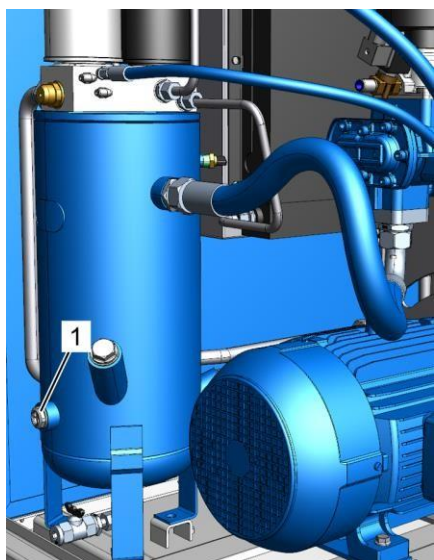

Рис. 32: Проверка уровня охлаждающей жидкости через смотровое отверстие
7. Проверьте уровень охлаждающей жидкости через смотровое отверстие (Рис. 32/1) и при необходимости долейте охлаждающую жидкость, как описано в ☞ Глава 8.4.2 «Проверка уровня охлаждающей жидкости / доливка охлаждающей жидкости» на странице 119.